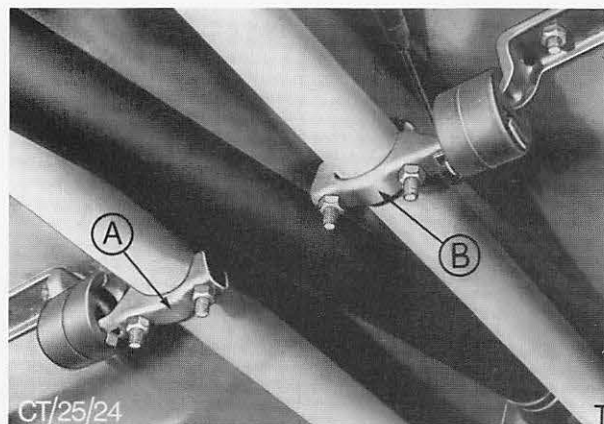

Abb. 19 A = Auspuffhalter rechts
Gummi-Stegschlaufe aushängen, Abb. 19, und Vorschalldämpfer komplett von der hinteren Anlage trennen. Dazu beide Teile gegeneinander hin und her drehen und gleichzeitig auseinanderziehen.
5. Halteflansch am linken Auspuffkrümmer abbauen und Vorderrohr vom Krümmer lösen. Gummi-Stegschlaufe aushängen, Abb. 19, und Vorschalldämpfer mit Vorderrohr komplett abbauen.